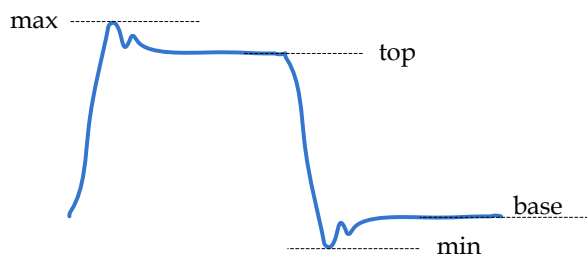

图 4 示波器有关电压参数的定义
4) MEASURE 方法测量脉冲信号电压参数时，注意参数的定义，见图 4：